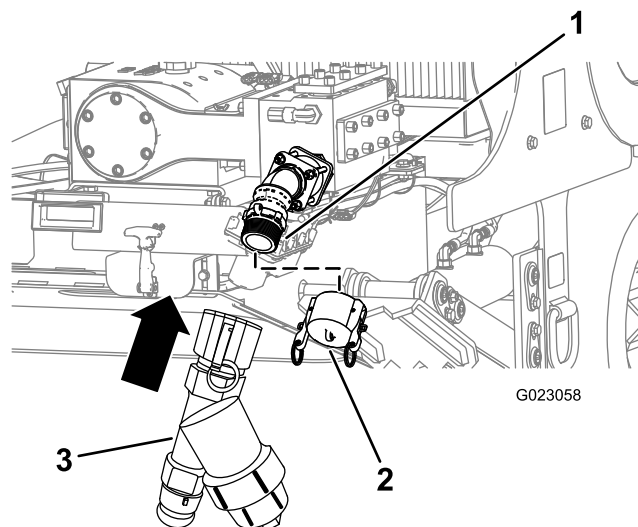

Figure 84
1. Déposez le bouchon d'entrée de la pompe (Figure 84).
2. Alignez le filtre en Y sur le filetage de la pompe (Figure 84).